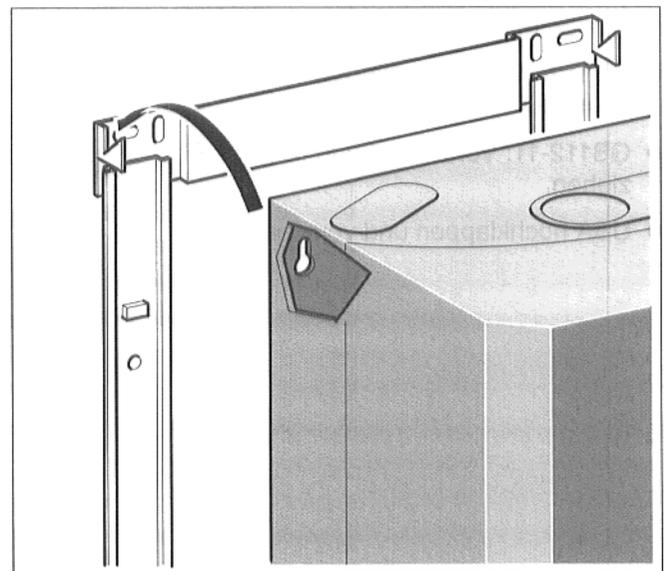

Abb. 5 Heizkessel auf den Montagerahmen hängen (GB112-11)
- Heizkessel auf den Montagerahmen (Abb. 5) bzw. den Wandhalter hängen.